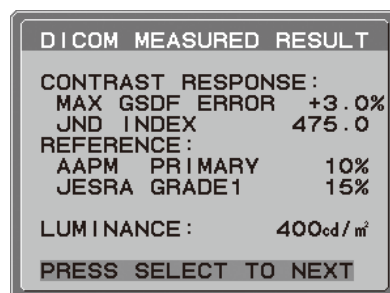

図 16
5. 測定完了のメッセージ (図 16) が表示されたら SELECT ボタンを押します。SELECT ボタンを押すと DICOM MEASURE をおこなった日付と時間が記録できます。LEFT、RIGHT でカーソルを移動し、UP、DOWN で数字の変更をおこなって SELECT ボタンを押します。